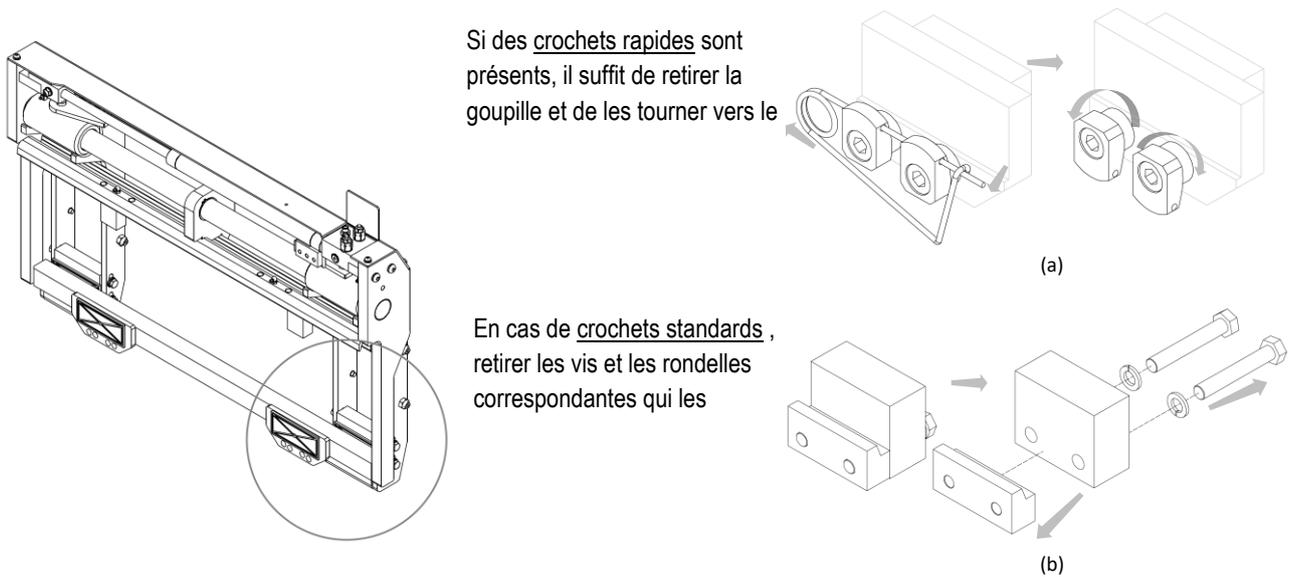

Figure 3
5. Retirer les crochets inférieurs de l'équipement et graisser les lardons (voir Figure 3).